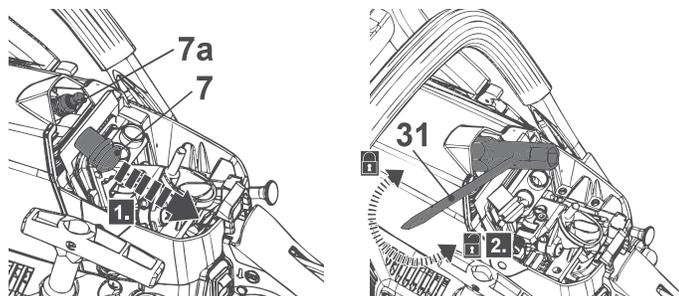

Fig. 53
1. Desaperte o parafuso de fixação (6) (Fig. 53, passo 1) e remova a tampa do filtro de ar (6a) para alcançar o conector da vela de ignição (7).
2. Desligue o conector da vela de ignição (7) (Fig. 53, passo 1).
- Desaperte a vela de ignição (7a) para a esquerda utilizando a multiferramenta (31) e remova-a cuidadosamente (Fig. 53, passo 2).